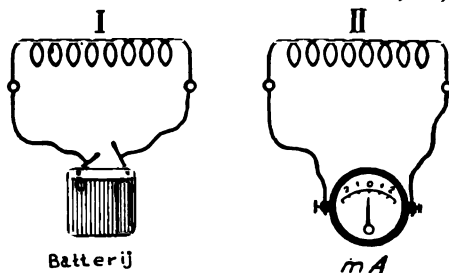

Fig. 7. De spoelen I en II zijn door inductie gekoppeld.
W. — Dat had je wel kunnen raden. Dat is een instrument om de stroomsterkte te meten. Ik verbind de batterij met de eerste spoel en den milliampèremeter met de tweede (fig. 7) en ik koppel de beide spoelen.